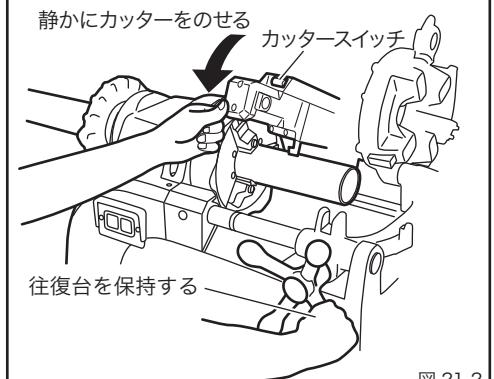

図 21-2
- ③パイプが回転をはじめたらカッターのスイッチを ON にして、カッターをしづかにパイプにのせてください。切れ目が入り安定するまで往復台は保持しておきます。(図 21-2)